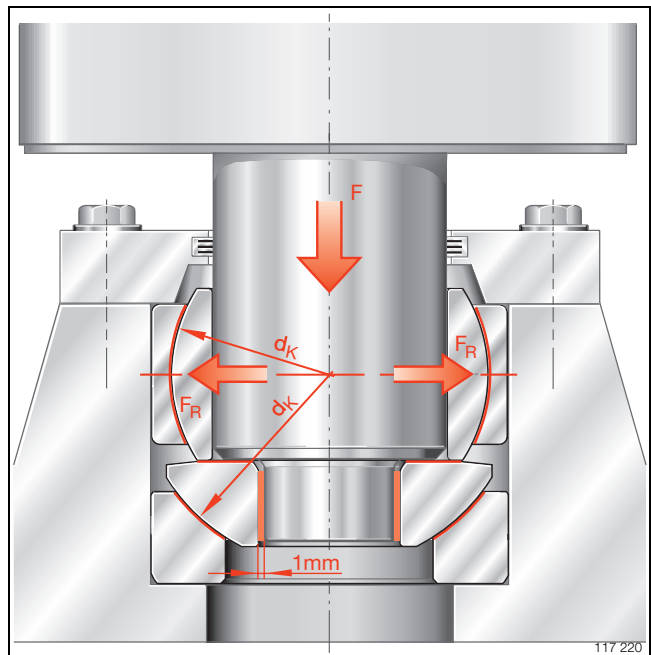

Bild 2 · Kombination Axial-Gelenklager/Radial-Gelenklager
- Bolzen in der Wellenscheibe radial etwa 1 mm freistellen (Bild 2) oder
- Bolzen nur auf der großen Stirnfläche der Wellenscheibe aufliegen lassen (Bild 2).